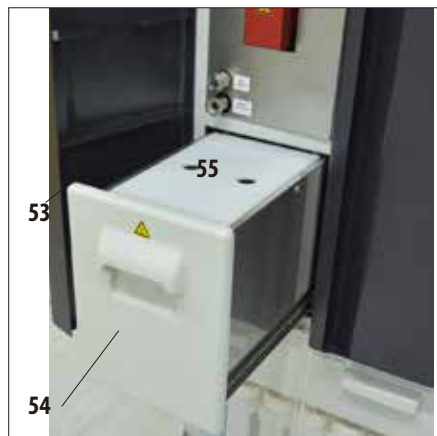

図 37
- パラフィンステーション (54) は装置の左ドア (53) の後ろ、レトルトの下にあります (図 37)。これは、常に十分な量の新鮮なパラフィンパラフィン槽で使用できるようにします。容量は5.0ℓです。